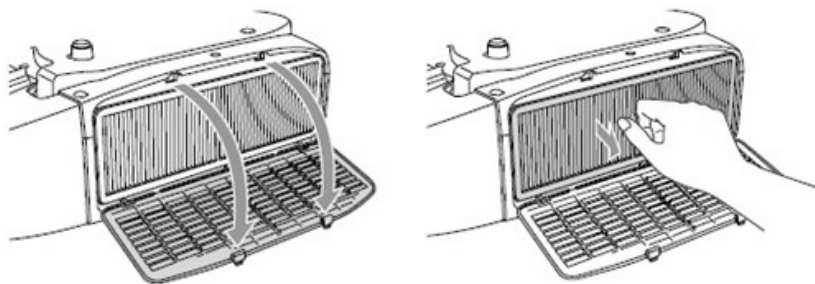

图 6-28 取出防尘投影机专用滤网
① 请参考《使用说明书》,找到过滤网盖位置,打开滤网盖,将滤网从机身内取出,如图 6-28 所示。